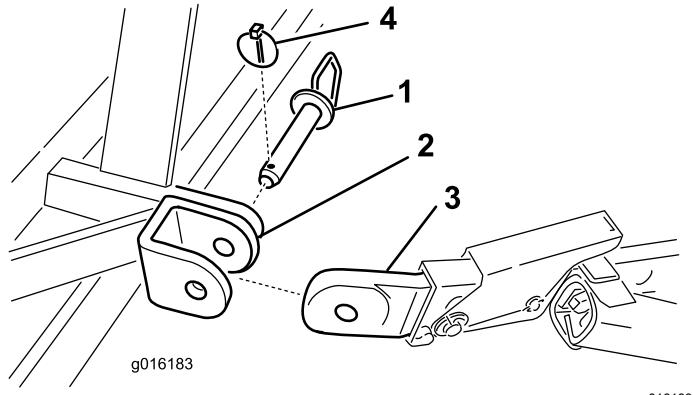

Figure 4
- Fixez les bras d'attelage inférieurs aux supports de montage de l'aérateur avec les goupilles d'attelage et goupilles à anneau (Figure 4).